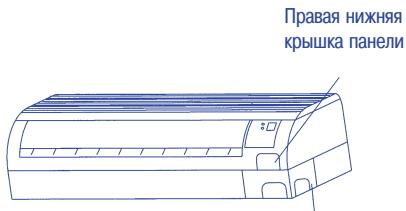

Рис. 14
- 2) Вывинтите винты и откройте крышку отсека клеммной колодки (рис. 14).